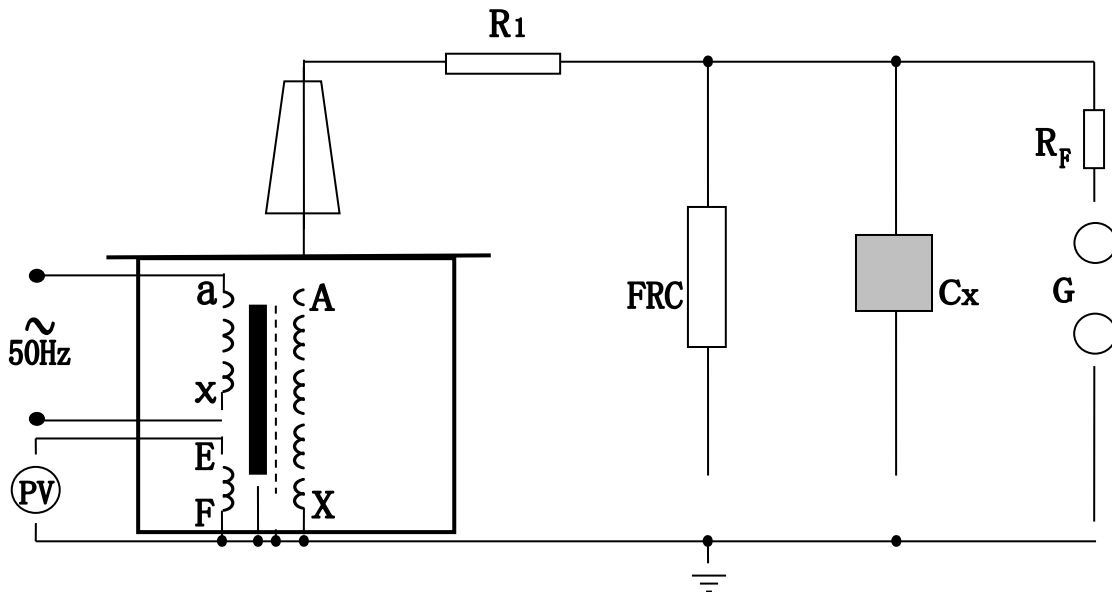

图 4： 被试品工频耐压试验接线图
1、 试验变压器做被试品的工频耐压试验使用接线原理图见图 4。